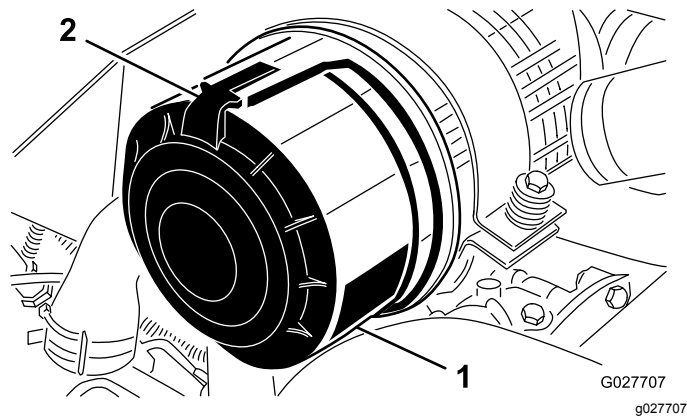

Figure 61
1. Desserrez les fixations qui maintiennent le couvercle sur le boîtier du filtre à air (Figure 61).